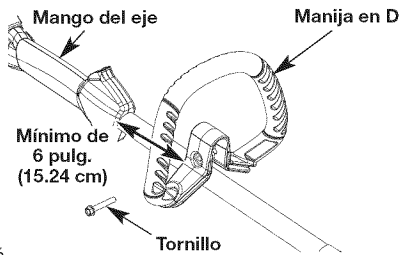

Fig. 2
1. Afloje los tornillos en la manija en D (Fig. 2).